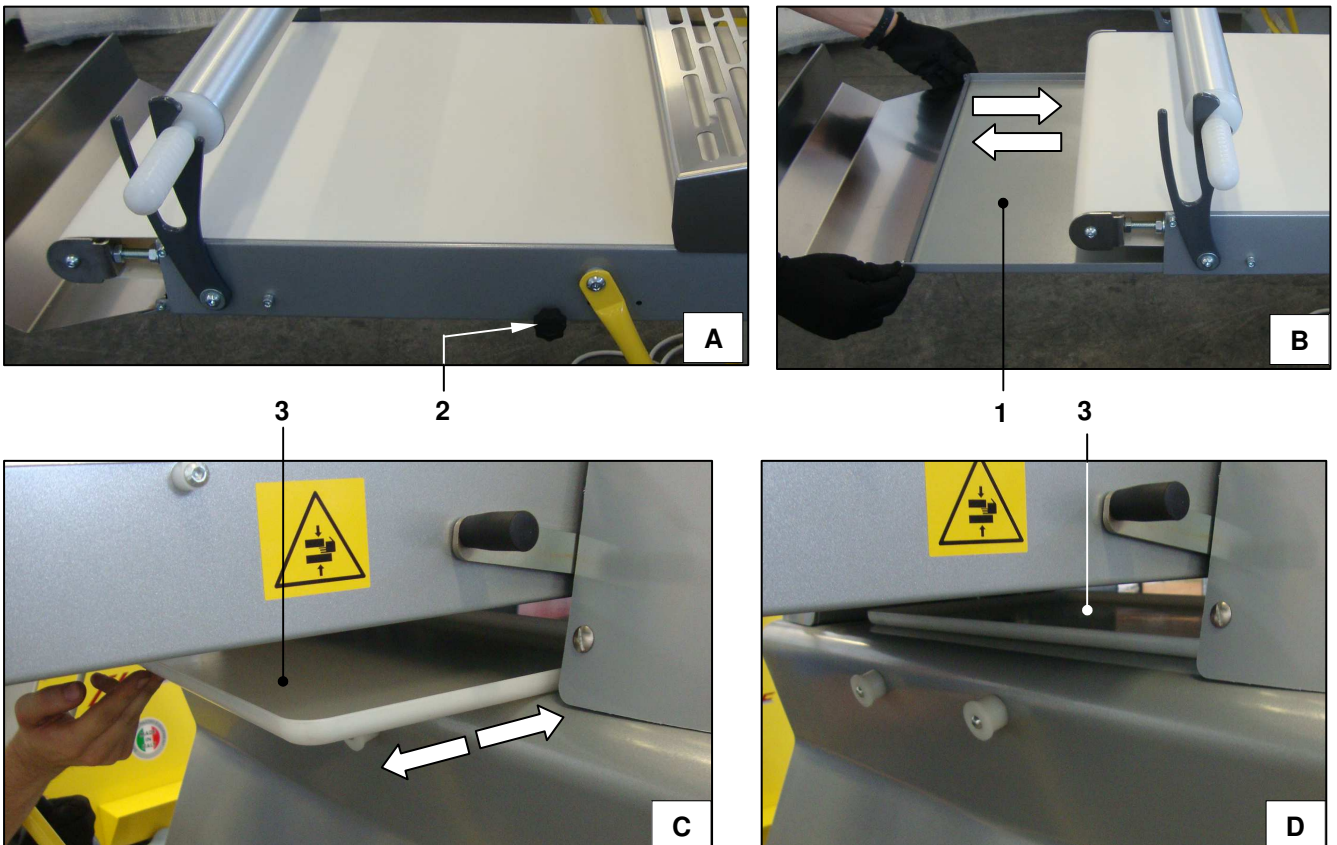

Рис. 20 - Поддоны и (только SF500 и SF600) центральный лоток для сбора отходов
Под каждым столом имеется поддон (1) (Рис. 20) для сбора отходов и пыли. поддоны снимаются после откручивания рукояток (2) (за исключением модели SF450 с комбинированным поддоном-приёмником теста), по одному с обеих сторон стола (фото А - В). После установки поддона обратно необходимо заблокировать его резьбовыми рукоятками (2) (за исключением модели SF450). Кроме того, у моделей SF500 и SF600 в комплект поставки входит лоток (3), устанавливаемый в зоне раскатки (фото С - D).